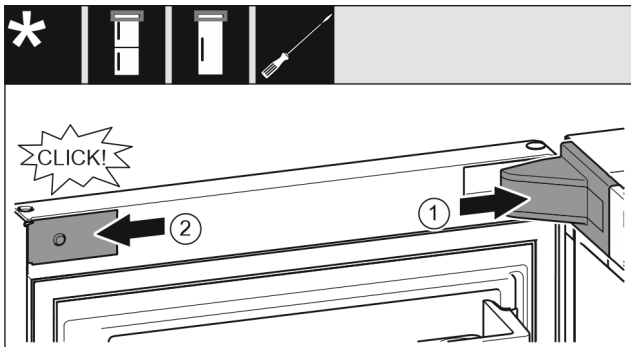

Fig. 23
- Крышку опорного кронштейна установите и зафиксируйте, те при необходимости осторожно разожмите. Fig. 23 (1)
- Установите накладку сбоку и зафиксируйте. Fig. 23 (2)